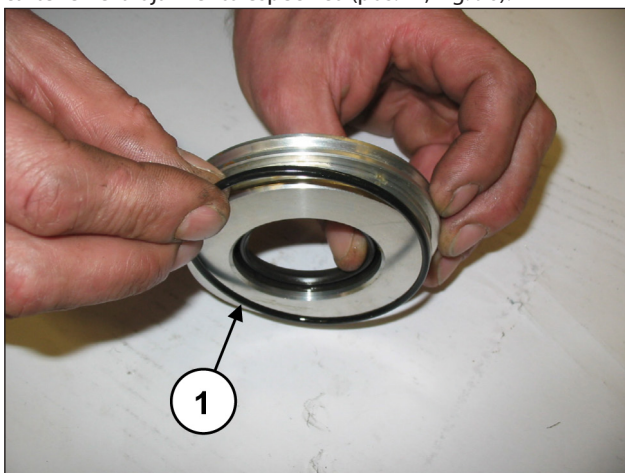
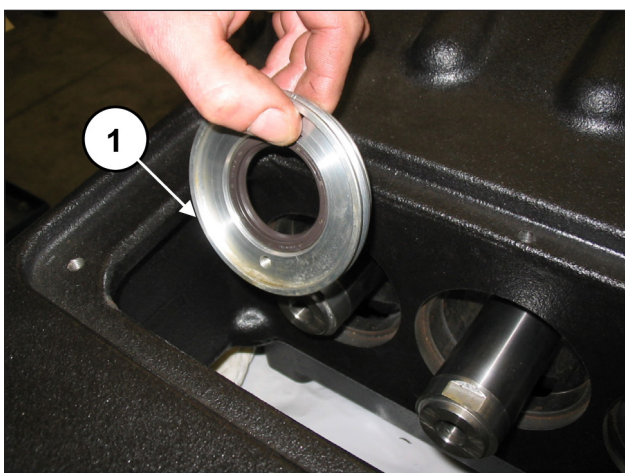

Fig. 95
Fig. 96
Colocar la junta tórica (pos. ①, Fig. 95) en el alojamiento de la tapa de retención e introducir el grupo montado dentro del cárter en el alojamiento específico (pos. ①, Fig. 96).